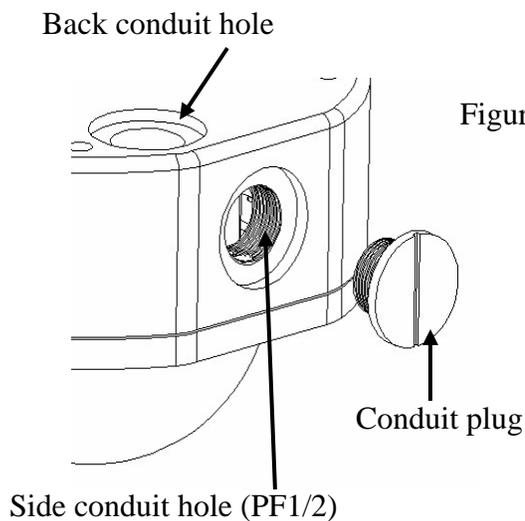

Figura 5
b. Quite el conductor si necesita pasar el cable a través del orificio lateral del conducto. La cámara viene con un conector de conducto preinstalado en el PF 1/2 conducto agujero en el lateral. El tapón del conducto puede ser removido e instalado en el orificio del conducto posterior (como enseñado en Figura 5)